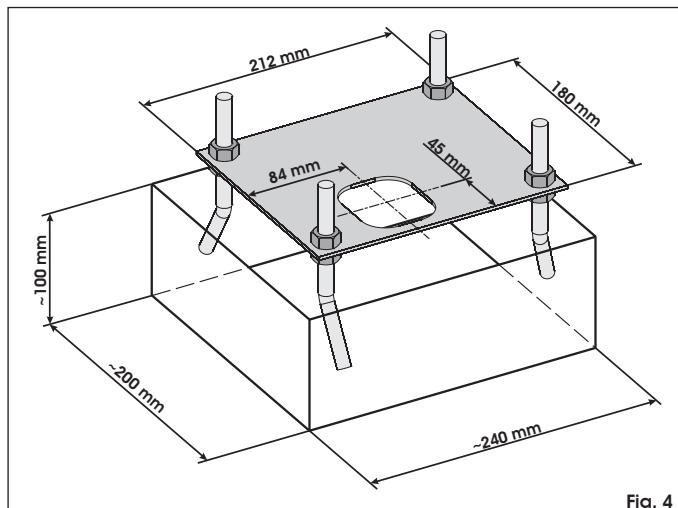
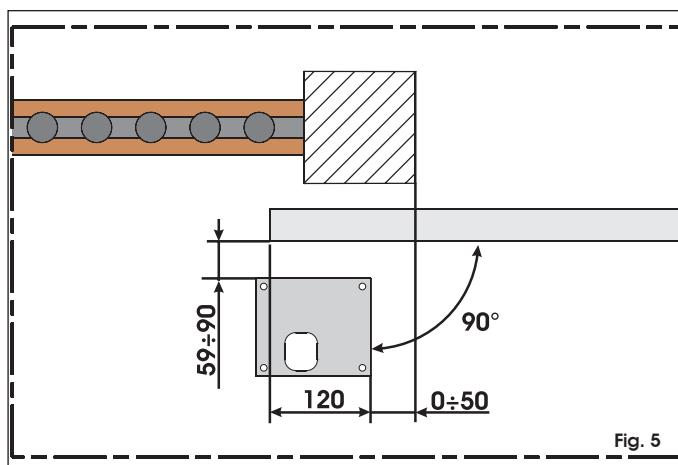
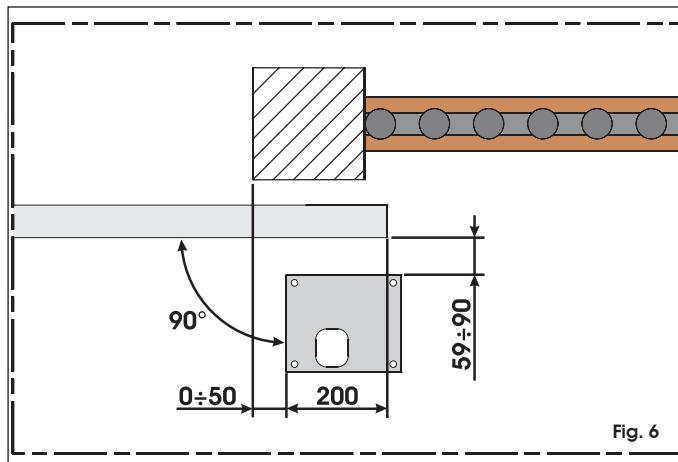

Fig. 4
Fig. 5
Fig. 6
2. Réaliser un creusage pour la plaque de fondation d'après la fig. 4. Positionner la plaque de fondation d'après la fig. 5 (fermeture à droite) ou la fig. 6 (fermeture à gauche) pour garantir un engrenage correct entre le pignon et la crémaillère.
2) L'opérateur est fourni pour une installation qui prévoit, vue de l'intérieur, la fermeture du portail à droite de l'opérateur (fig. 5). En cas de fermeture à gauche, inverser la connexion des câbles branchés sur les bornes du moteur.